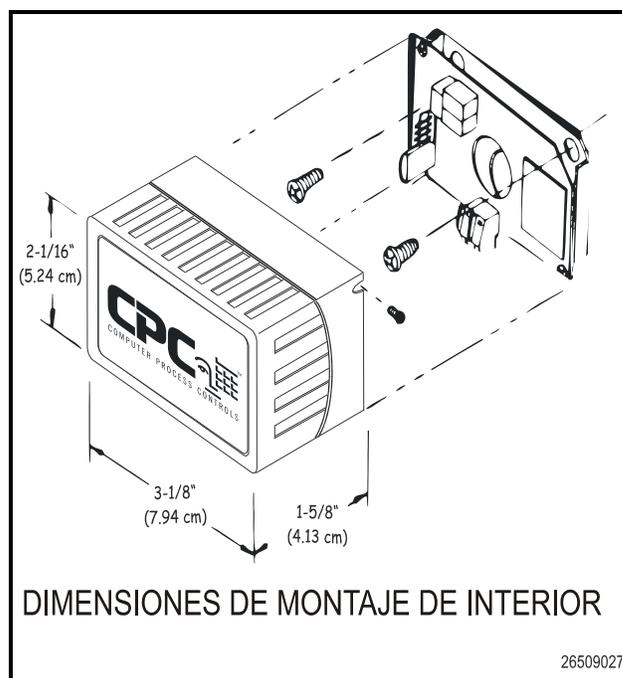

Figure 3-23 - Dimensiones de Montaje del RH de Interior
2. Monte el sensor en la pared usando los dos orificios de montaje cerca de las esquinas aplanadas de la placa de montaje (como se indica en **Figure 3-23**).